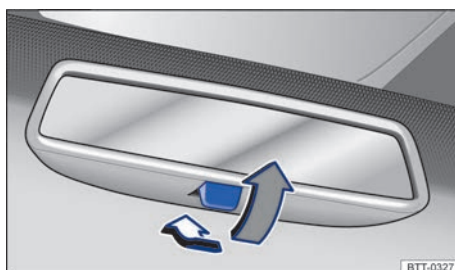

Fig. 89 En el parabrisas: retrovisor interior antideslumbrante manual. ▶
- Para oscurecer el retrovisor, tire de la palanca hacia atrás → fig. 89.